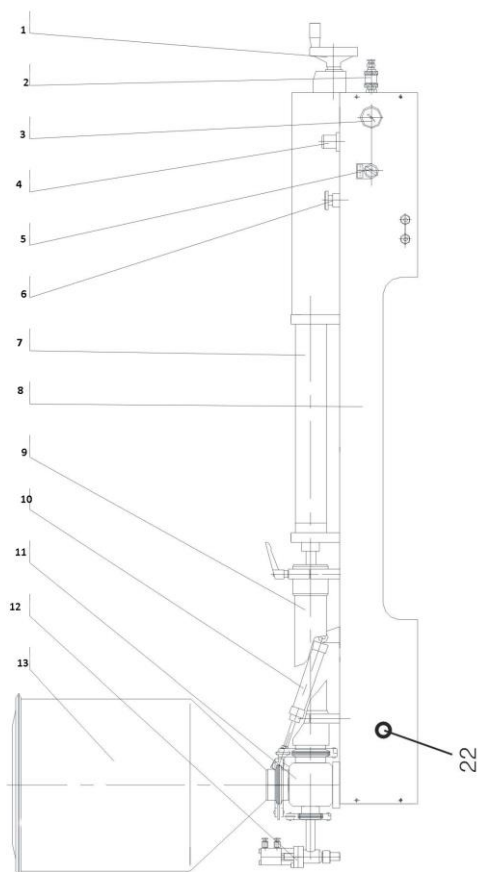
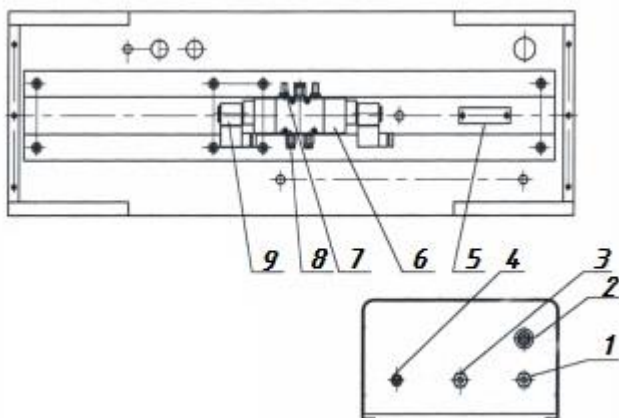

Рис.1 – Дозатор поршневой серии G1WTD, G2WTD, Y1WTD, Y2WTD
Рис. 3
1. Установите сосуд с материалом (см. рис.1) в верхней части корпуса клапана (11),
2. Затем зафиксируйте соединительную деталь с помощью анкерных зажимов (10).
4. Включите блок питания (5) (см. рис.3).
5. Подключить источник воздуха (воздушный компрессор*) (2) (отодвиньте задвижку) (см. рис.1).
6. Установите рабочий режим переключателя (5) на «педаль» (см. рис.1).
7. Нажимайте на педаль, пока материал не потечет из разливочной головки (12) (см. рис.1).
8. Откройте переключатель источника воздуха (2) (см. рис.1).